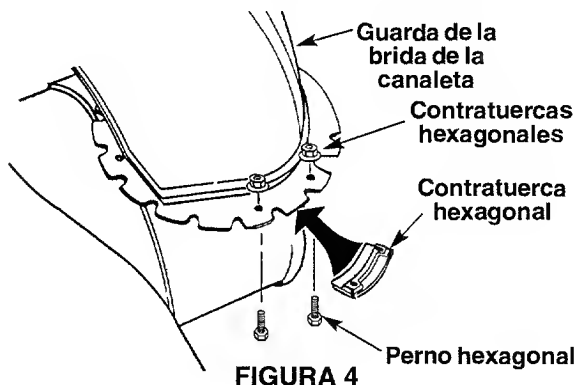

FIGURA 4
- Inserte el perno hexagonal a través de la guarda de la brida de la canaleta y del conjunto de la canaleta según se muestra en la figura 4. Asegure con la contratuerca hexagonal.